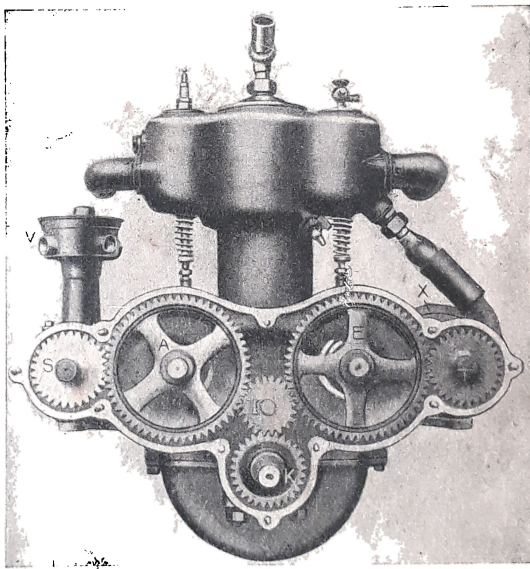

Fig. 12. — Vista e sezione di un motore a più cilindri con disposizione simmetrica delle valvole.
naggi  $i'$ , fissi ai due assi  $d'$ , ed avendo detto ingranaggio  $i$  la metà di numero di denti degli ingranaggi  $i'$ , mentre questi ultimi compiono un solo giro, il primo compie due giri. (Vedi anche fig. 12) (1).
1.° Collocate ai due lati dei cilindri (*valvole simmetriche*); è la più diffusa perchè ripartisce meglio tutti gli organi sussidiari attorno ai cilindri (fig. 12);